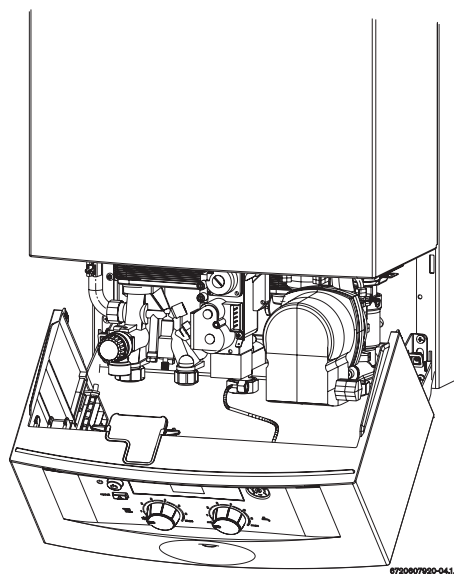

Fig. 4 Poziția de service pentru reglarea gazului
- ▶ Se rabate în jos panoul de control în poziția de service (vezi Fig. 4).